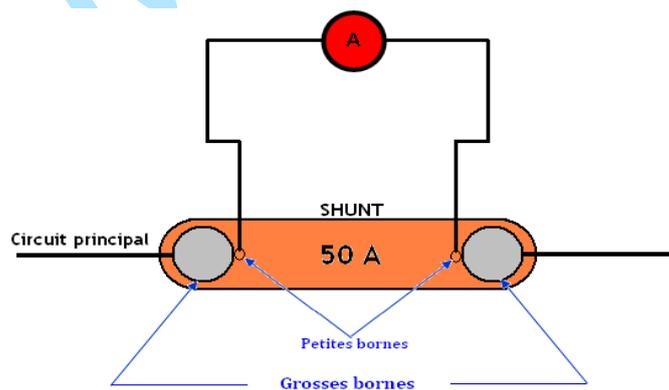

Figure 5: Ampèremètre branché sur un shunt de 50 A.
- Deux (2) grosses bornes reliées au circuit sur lequel on effectue la mesure ;
- Deux (2) petites bornes reliées à la borne positive (+) et à une borne particulière (en général celle correspondant au plus petit calibre) de l'ampèremètre (fig. 5).